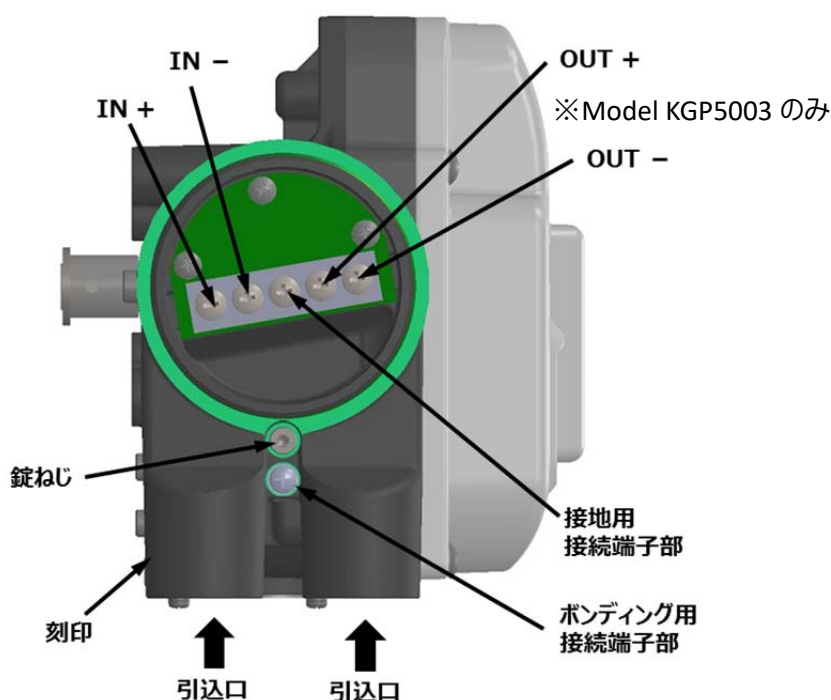

図 2.6a 引込口と接続端子部
5. 図 2.6a に示すように、接地用又はボンディング用導線の 2 つの接続端子部を使用することができます。接地用接続端子とボンディング用接続端子は電氣的に等価です。設置環境や適用する法令に従って配線を行ってください。